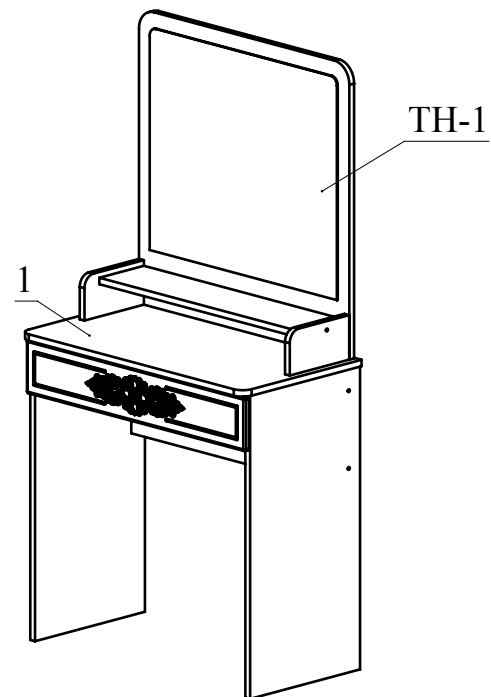

Рис.8
6. Соедините детали 10, 11 и 9 с помощью конфирмат (Рис. 8).